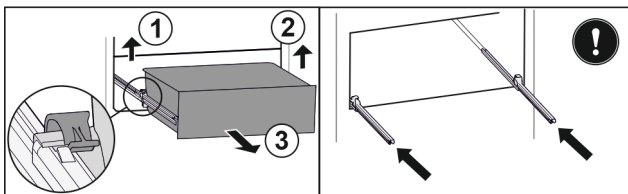

Fig. 89
- ▶ Ridicați clema din stânga și trageți concomitent sertarul din stânga spre înainte. Fig. 89 (1)
- ▶ Ridicați clema din dreapta și trageți concomitent sertarul din dreapta spre înainte. Fig. 89 (2)
- ▶ Extrageți sertarul spre înainte. Fig. 89 (3)